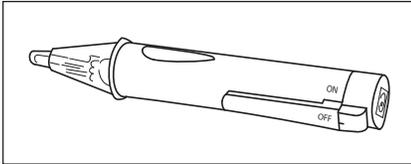

Figure 2 - Utiliser un contrôleur de tension sans contact pour vérifier que l'alimentation est coupée avant de travailler sur un circuit.
- Contrôleur de tension sans contact pour détecter l'alimentation électrique (Figure 2).